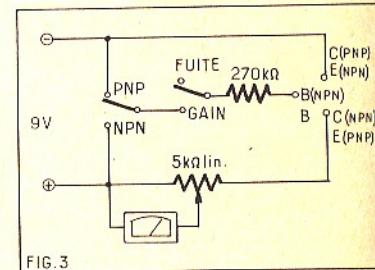

FIG.3
Contrôle des diodes. — Pour tester une diode il faut réaliser le raccordement du schéma de la figure 3. Le commutateur « For-Rev » est placé dans la position « For » et le commutateur HI-LO dans la position D. La diode est polarisée dans le sens direct et le courant est important. L'aiguille du galvanomètre atteint presque la fin d'échelle. On actionne alors le commutateur pour l'amener dans la position « Rev » ce qui inverse les polarités de la pile et polarise la diode en sens inverse et le courant est très faible le courant indiqué par le galvanomètre. On compare ainsi le courant de sens direct et le courant inverse et on apprécie de la sorte la qualité de la diode soumise à vérification.
b) transistormètre simple (figure 3)